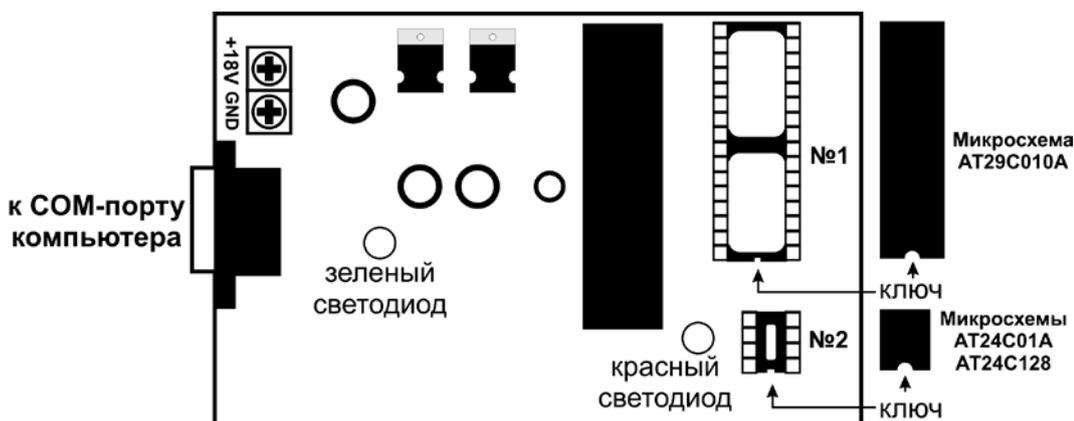

рисунок 98
Программатор С-ПМ6040 (рисунок 98) предназначен для записи, чтения информации из микросхем ППЗУ, а также стирания информации в микросхемах ППЗУ с электрическим стиранием. Программатор выполнен в виде отдельного функционально законченного модуля со своим источником питания от сети переменного тока 220в. Программатор рассчитан на работу в комплексе с персональным компьютером, работающим под управлением операционной системы Windows. Программатор поддерживает обмен данными с компьютером через стандартный последовательный интерфейс типа RS-232 (COM порт) и соединяется с компьютером через обычный нуль-модемный кабель (кабель входит в поставку программатора). Допускается использование виртуального COM порта, выполненного с помощью стандартного переходного кабеля USB –COM.
- Выньте микросхему ППЗУ из модуля прибора «Сфера 2001» и установите ее в панель на программаторе (питание модуля при этом должно быть отключено). Панель №1 предназначена для установки микросхемы AT29C010A, панель №2 предназначена для установки микросхем AT24C128 и AT24C01A (см. рисунок 98).
При установке микросхемы в панель необходимо соблюдать ориентацию ключей. Ключ на микросхеме должен совпадать с ключом на панели (см. рисунок 98).
- На своем жестком диске в папке rgt найдите файл rgt3.exe. Двойным щелчком мыши по файлу rgt3.exe запустите программу для программирования микросхем (рисунок 98а).
рисунок 98а
Выньте микросхему ППЗУ из системного блока или модуля прибора «Сфера 2001» и установите ее в панель на программаторе (питание модуля при этом должно быть отключено). Панель №1 предназначена для установки микросхемы AT29C010A, панель №2 предназначена для установки микросхем AT24C128 и AT24C01A (см. рисунок 98).
На своем жестком диске в папке ррт найдите файл ррт3.exe. Двойным щелчком мыши по файлу ррт3.exe запустите программу для программирования микросхем (рисунок 98а).
Для чтения информации из микросхемы в бинарный файл выберите COM-порт из выпадающего списка «Подключение к порту». Затем выберите микросхему, из которой будет считываться информация, из выпадающего списка «Микросхема». С помощью кнопки «Выбор файла» откройте окно «Выбор файла» (рисунок 98б). В строке «имя файла» введите имя бинарного файла и его расширение. Если информация будет считываться из микросхемы системного блока AT29C010A, расширение бинарного файла должно быть «bc2». Если информация будет считываться из микросхем модулей AT24C128 и AT24C01A, расширение бинарного файла должно быть «mc2». Нажмите кнопку «Выбрать». В главном окне программы нажмите кнопку «Чтение». Процесс чтения информации из микросхемы в бинарный файл будет отображаться в отдельном окне. Все диагностические и информационные сообщения, выдаваемые в процессе чтения микросхемы, будут выводиться в окне «Сообщения».
рисунок 98б